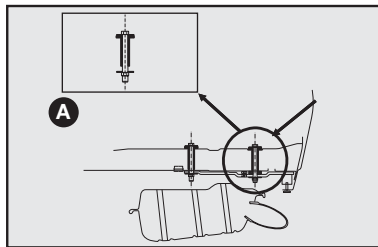
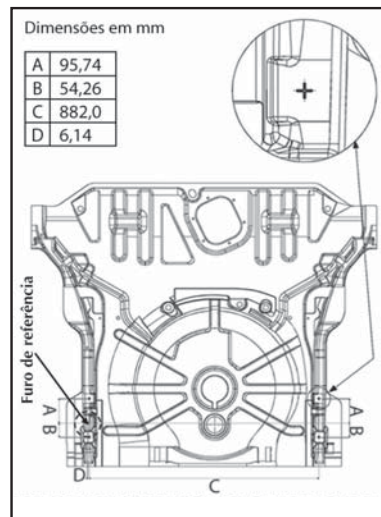

fig. 16
fig. 17
- Efetuar no veículo a furação com Ø (diâmetro) 11 mm traspassando o assoalho posterior (ver detalhe **A-fig. 16**) e a longarina nas marcas esquemáticas indicadas na **fig. 17**.